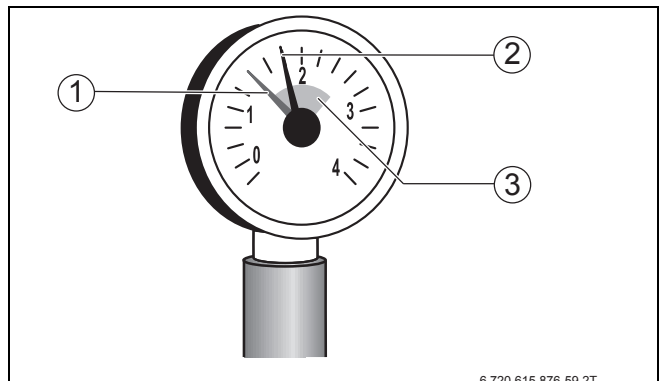

Рис. 8 Манометр для закрытых установок
- Осторожно откройте водопроводный кран и медленно заполните отопительную систему. При этом наблюдайте за показаниями манометра (→ рис. 8, стр. 8).